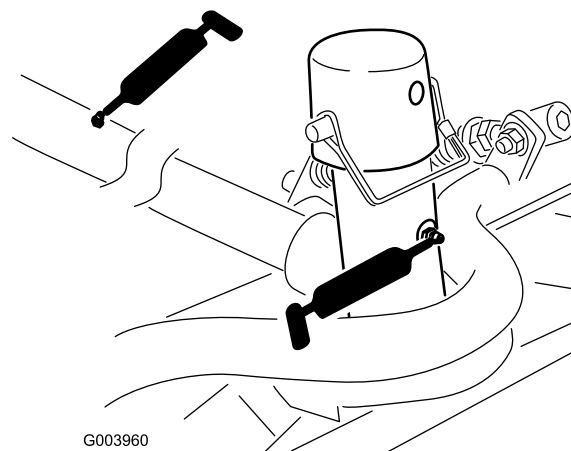

Рисунок 47
- Несущая рама и ось поворота режущего блока (по 2 шт.) (Рисунок 47)